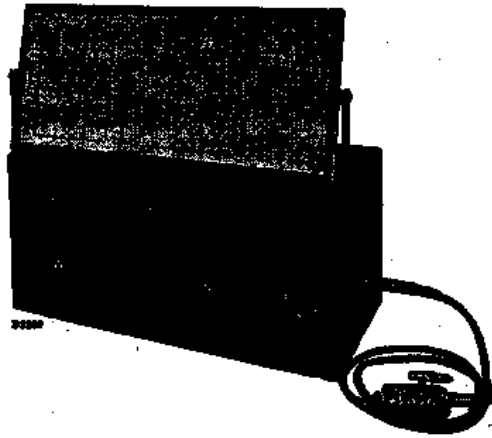

Fig. 1
1. Un oscillateur de service GM 2880 F (figure 1).